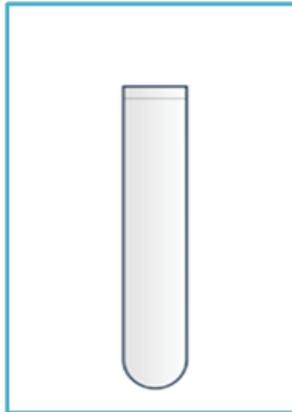
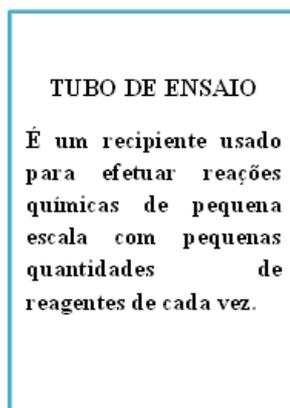

Figura 01: Representação esquemática do C₁ – Fonte: Autor (2017)
Figura 02: Representação esquemática do C₂ – Fonte: Autor (2017)
- ✓ O jogo é composto por 40 (quarenta) pares de cartões, onde o cartão 01 (um) (C₁) representa a imagem da vidraria ou material utilizado no laboratório como mostra a figura 01, e, o cartão 02 (dois) (C₂) apresenta informações sobre o objeto, como mostra a figura 02;